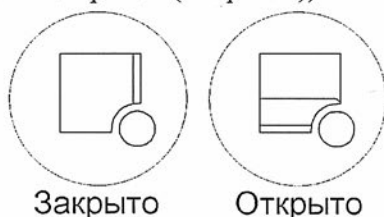

Рис. 4 — Положения фиксаторов защитной решетки вентилятора
4.2. Перед включением изделия необходимо убедиться, что защитная решетка (7) находится на месте и зафиксирована (два фиксатора, расположенные в верхних углах решетки, находятся в положении «Закрото» (см. рис. 4)).